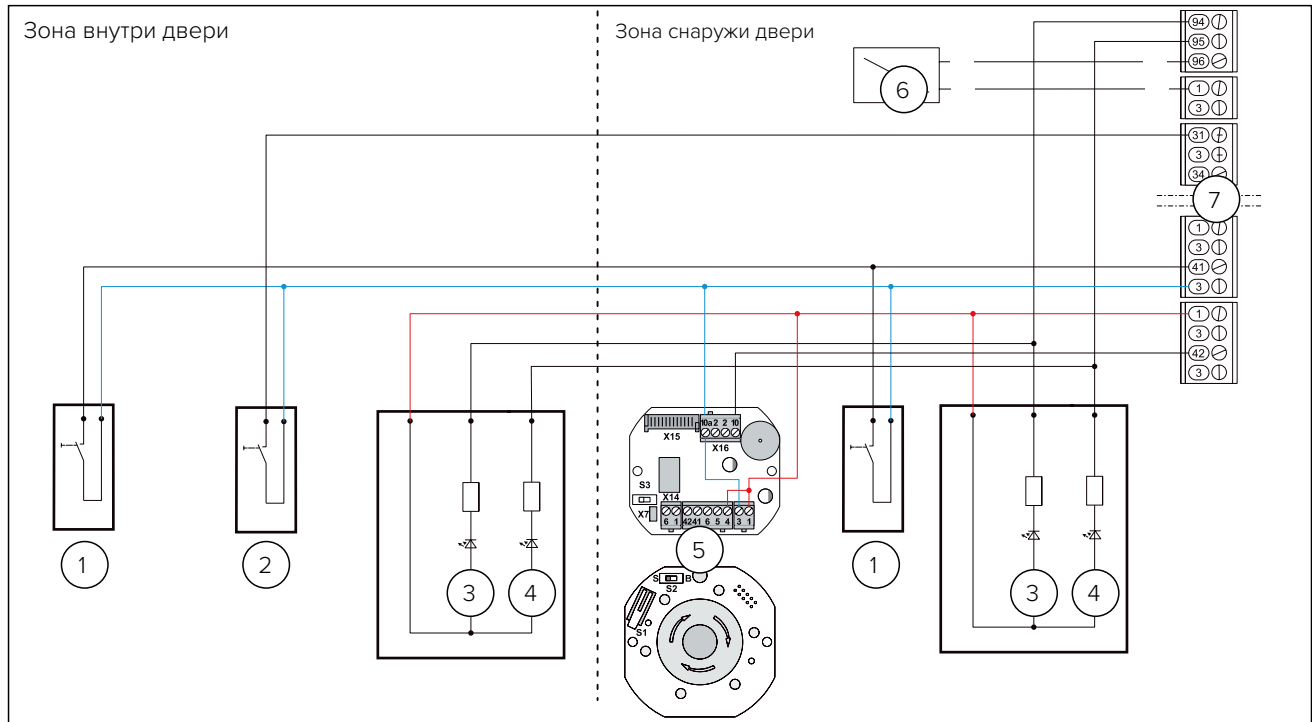
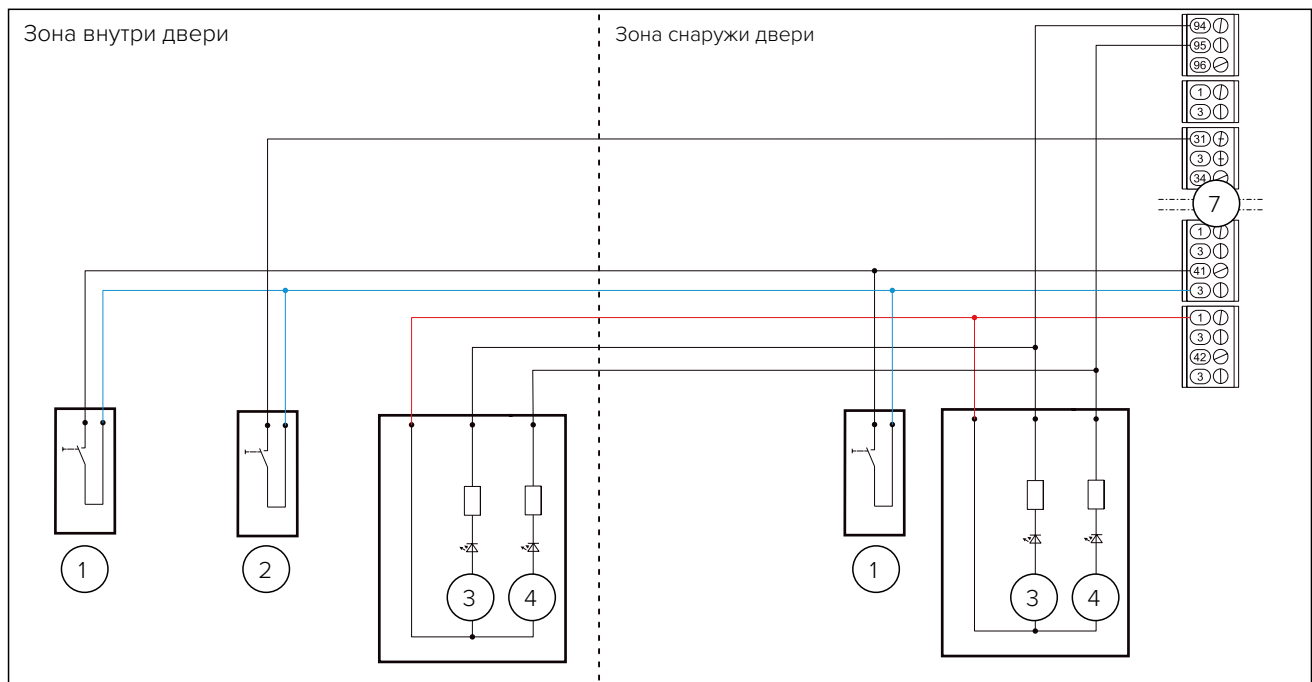

Рис. 56 Пример схемы подключения для туалета в общественной зоне
Рис. 57 Пример схемы подключения для туалета в частной зоне
1. Подключите органы управления в режиме туалета в соответствии с принципиальной электрической схемой. Туалет в общественной зоне (Рис. 56), туалет в частной зоне (Рис. 57). Схемы подключения приведены в качестве примера.